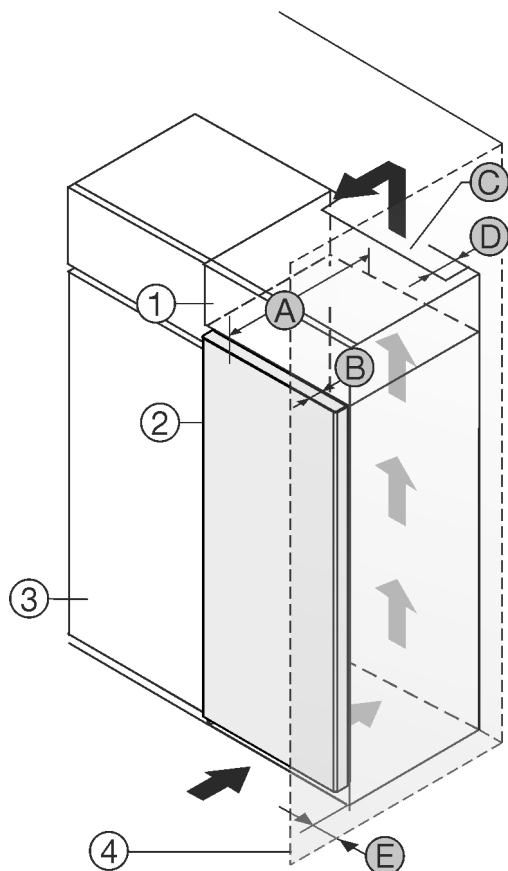

Fig. 1
Urządzenie można ustawić bezpośrednio obok szafki kuchennej Fig. 1 (3).
Na tylnej ścianie szafki nasadzonej wymagany jest wywiewny kanał wentylacyjny o głębokości Fig. 1 (D) na całej szerokości szafki.
Pod sufitem pomieszczenia należy zachować przekrój wentylacyjny Fig. 1 (C).
Jeżeli urządzenie będzie ustawiane z zawiasami do ściany Fig. 1 (4), to pomiędzy urządzeniem i ścianą należy zachować minimalny odstęp, wynoszący 13 mm.
Jeżeli urządzenie będzie ustawiane z zawiasami do ściany Fig. 1 (4), to pomiędzy urządzeniem i ścianą należy zachować minimalny odstęp, wynoszący 20 mm.